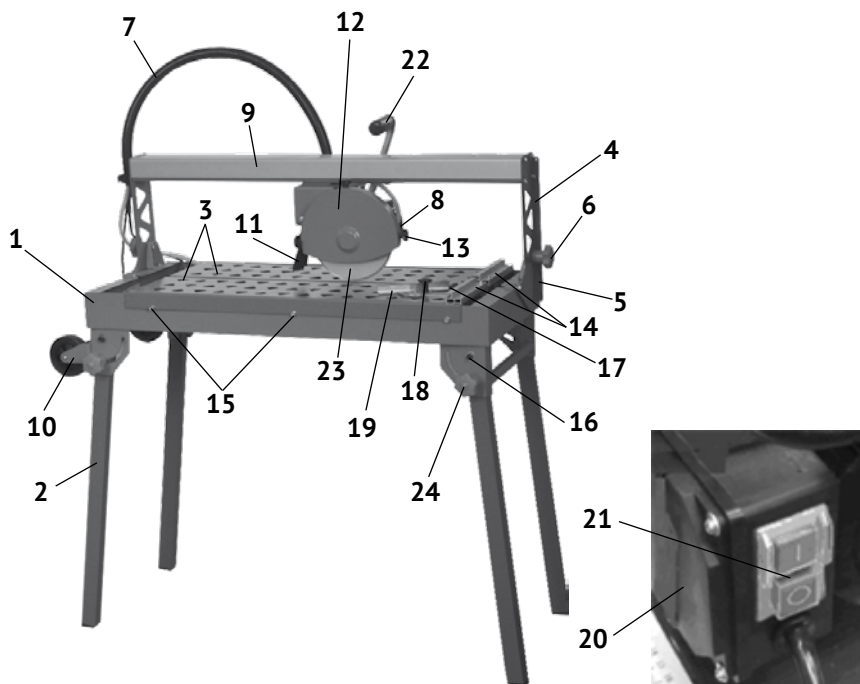

рис.1
1.6 Общий вид и элементы плиткореза представлены на рис.1
1.7 Асинхронный двигатель (рис.1 поз.8) с блоком управления (рис.1 поз.21) и выключателем (рис.1 поз.20) крепится на кронштейне. Кронштейн, двумя колёсами на монорельсе, перемещает головку режущую (двигатель с блоком управления и отрезным кругом) по салазкам (рис.1 поз.9) вдоль длины рабочего стола (рис.1 поз.3). На вал якоря, между опорным и прижимным фланцами крепится отрезной круг (рис.1 поз.23). Это основной рабочий инструмент плиткореза.
1.8 Выключатель – магнитный пускатель (рис.1 поз.20) расположен на блоке управления. Он имеет две кнопки: зелёная с символом «I» - включение двигателя и красная с символом «0» - выключение двигателя.
На крышке защитном кожухе (рис.1 поз.12) стрелкой указано направление вращения круга.
- вставить ножки (рис.1 поз.2) в отверстия кронштейнов основания (рис.1 поз.1) и закрепить их винтами (рис.1 поз.16). В этом положении ножки могут складываться для транспортировки;
- фиксация ножек в рабочем положении осуществляется винтами (рис.1 поз.24);
- прикрепить (если не установлены) к основанию кронштейны с колёсами (рис.1 поз.10);
- закрепить рукоятку головки режущей (рис.1 поз.22) на кронштейне двигателя;
- закрыть отверстие в поддоне (рис.1 поз.1) пробкой (входит в комплект поставки) и залить воду так, чтобы заборная часть насоса была полностью погружена в воду.
- проверить шлангоукладчик (рис.1 поз.7) со шлангом, не перекручен, свободно перемещается за головкой режущей;
- ослабить с двух сторон винты фиксации угла наклона (рис.1 поз.6);
- повернуть салазки (рис.1 поз. 9) с головкой режущей на нужный угол, по показателям шкалы (рис.1 поз.5);
- снять кожух защитный (рис.1 поз.12), открутив два винта-барашка (рис.1 поз.13);